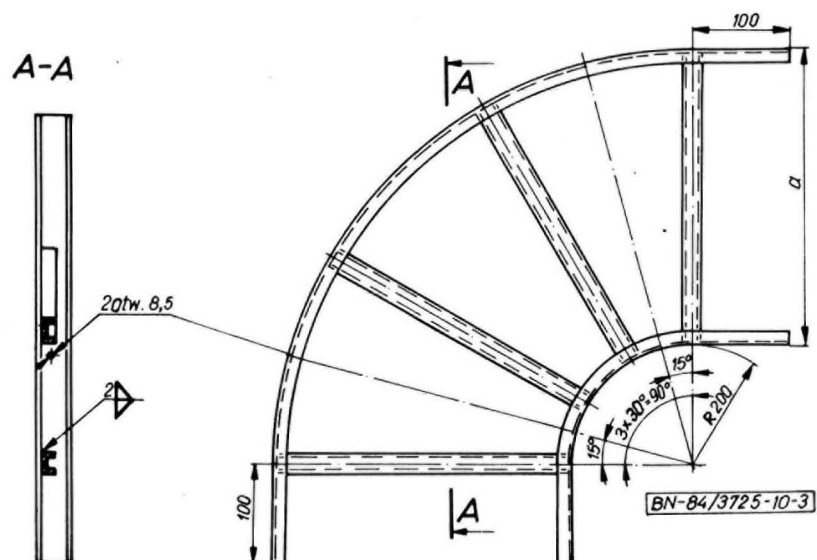

Rys. 1. Drabinka typu PJ
4. Wymiary i masa — wg rys. 1 ÷ 8 i tablicy.